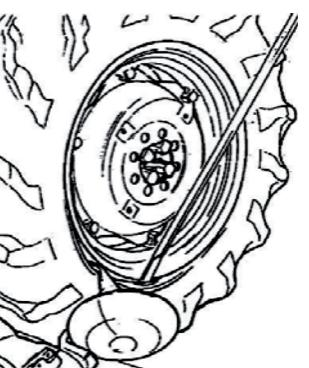

Рис. 11.
13. Вставьте лом между ободом и шиной справа от снимающего рычага (рис. 11).